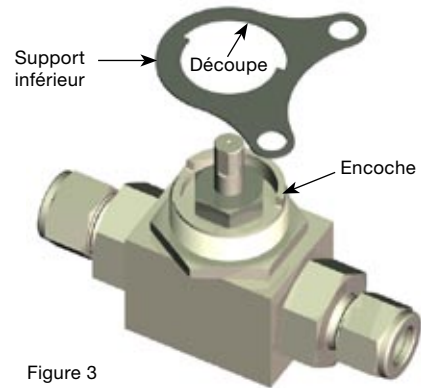

Figure 3
3. Placez le **support inférieur** sur la vanne en superposant la **découpe** du support et l'**encoche** de la vanne (figure 3).